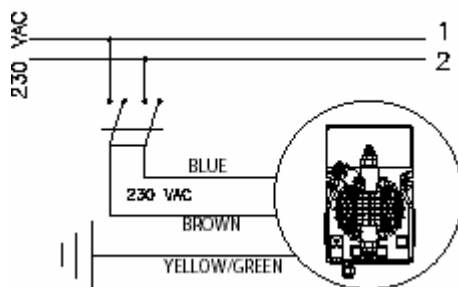

Рис. 4
1. Завершити з'єднання піни від електричної розетки або вимкнути живлення двополюсним вимикачем з мінімальною відстанню між контактами 3 мм (Рис. 4)
- Від'єднати піни від електричної розетки або вимкнути живлення двополюсним вимикачем з мінімальним відстанню між контактами 3 мм (Рис. 4)
- б.** – Перед початком установки ознайомтеся з правилами електричних підключень у вашому регіоні. (Рис. 4)